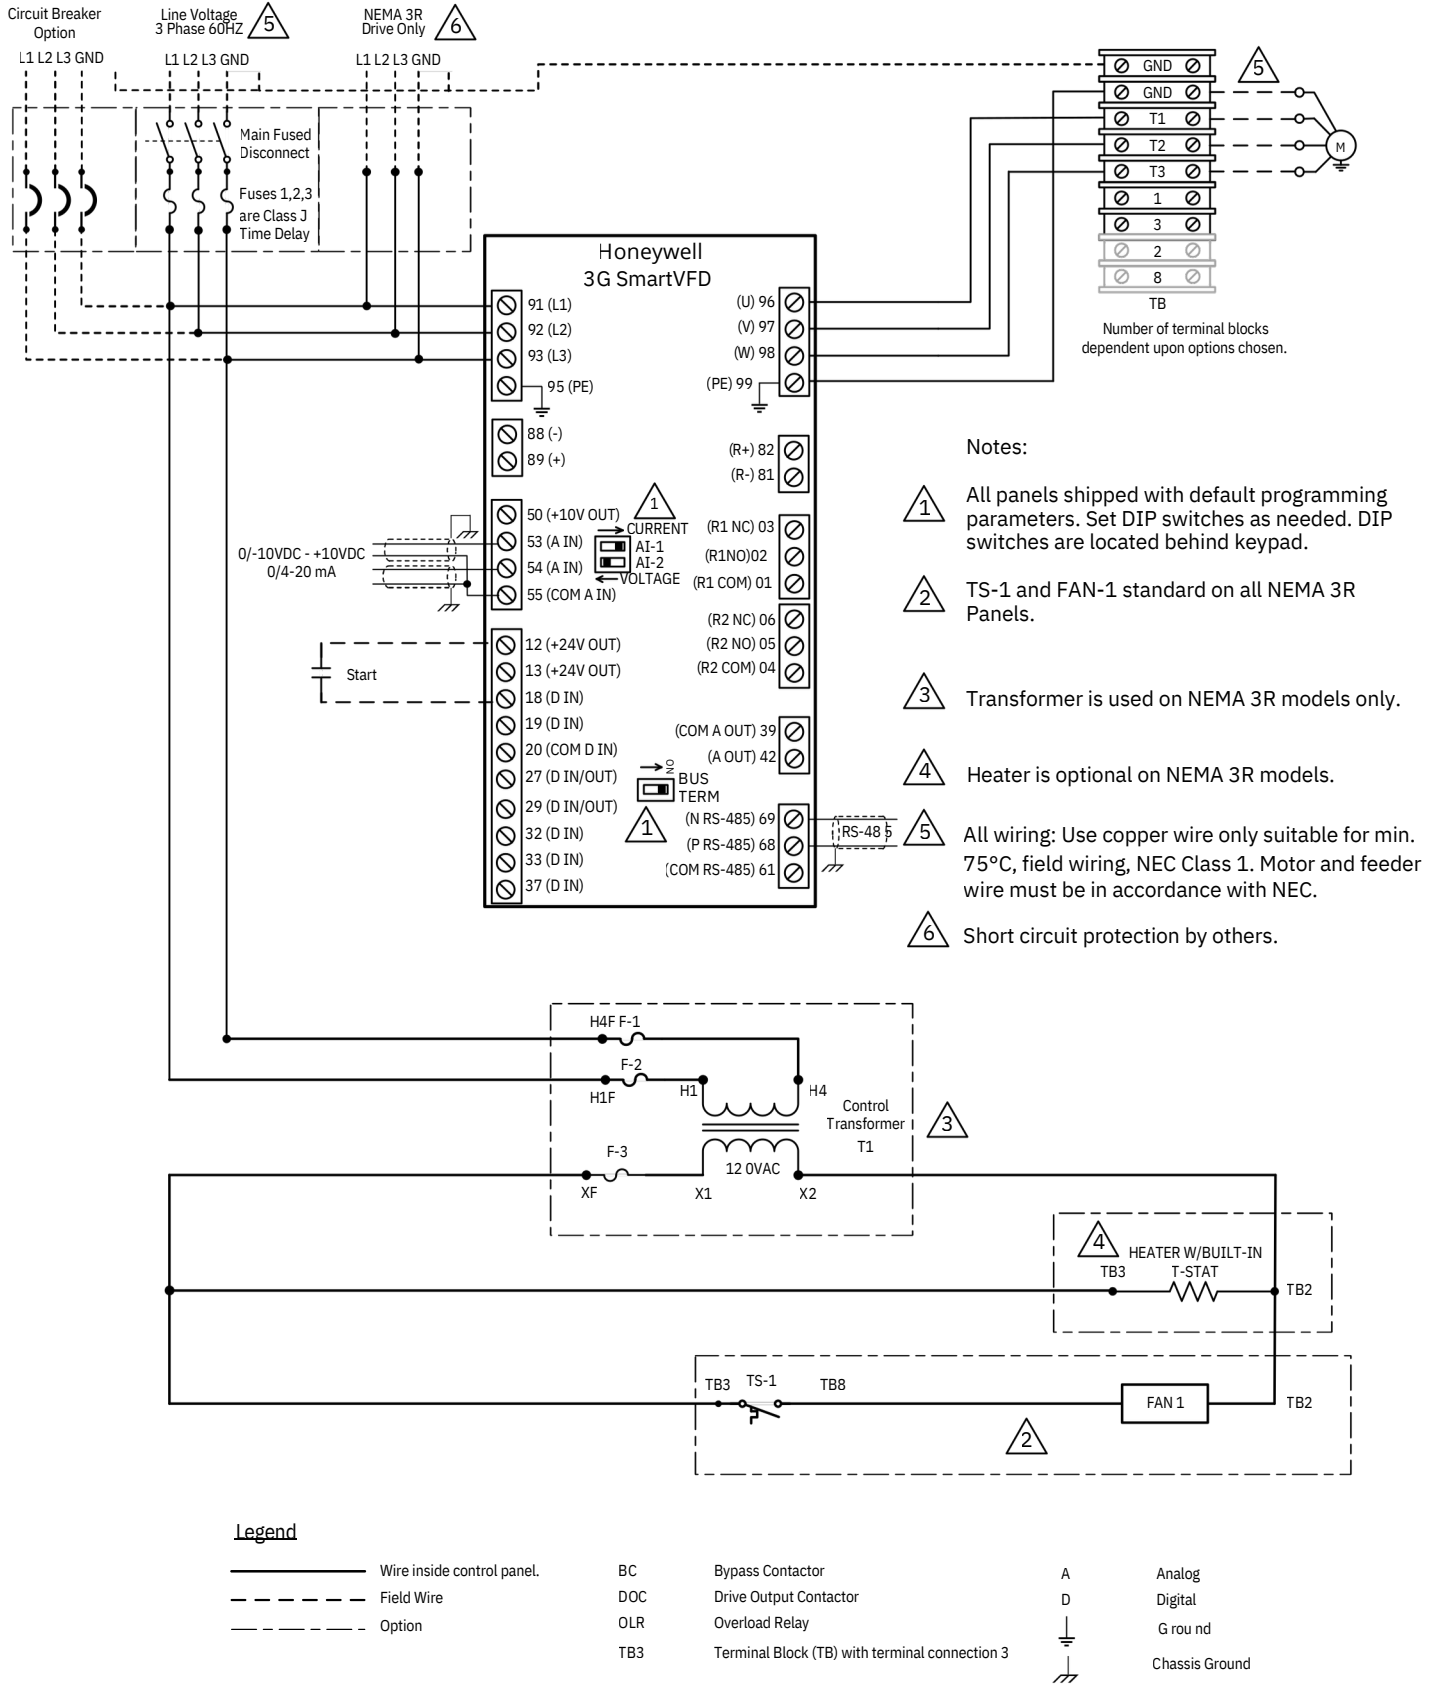

Fig. 1.0 Fused Disconnect Wiring Diagram.
• Fig. 1.0, Diagrama de cableado de desconexión fusible.....	p. 7
• Fig. 1.0, schéma de câblage du sectionneur avec fusibles.....	p. 10